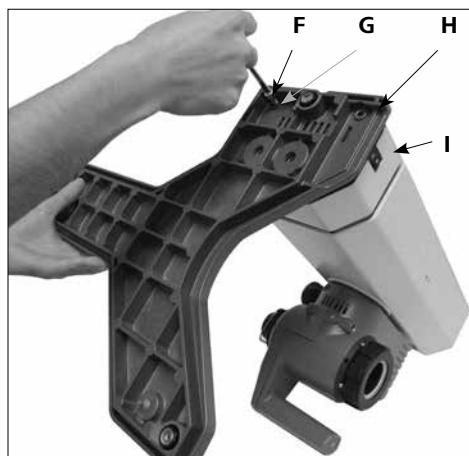

Fig. 7
#### 1.) Montieren des Sockels an den Lift. (Fig. 7)
- Befestigen Sie den Sockel (**H**) mit den 4 Zylinderschrauben M6x25 (**F**) und den 4 Rippenscheiben (**G**) entsprechend der Abbildung am Lift (**I**). (Fig. 7)